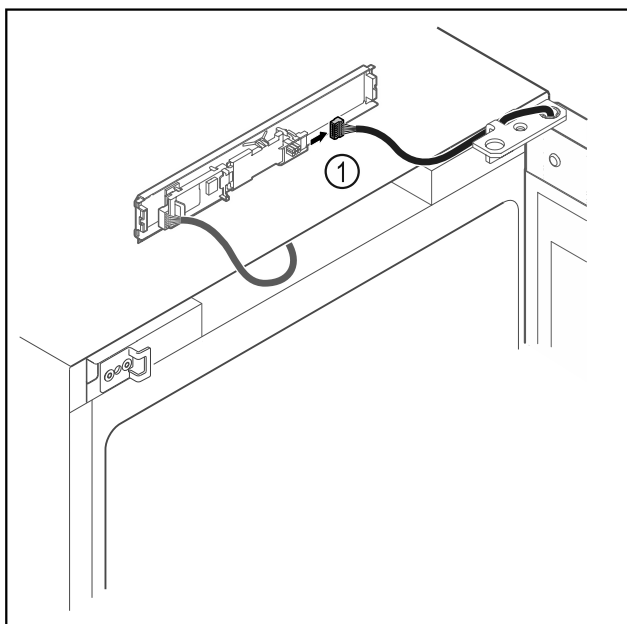

Fig. 17
- ▶ Scollegare il connettore Fig. 17 (1) dalla scheda.